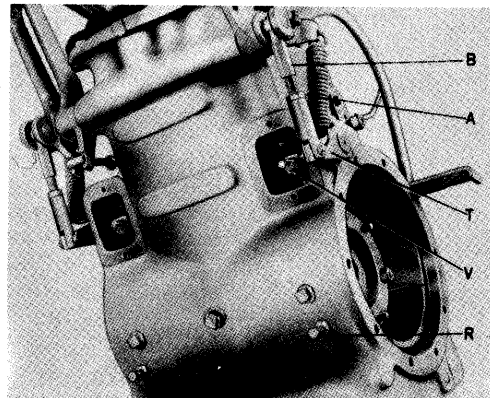

Fig. 30. Bremsesne kontrol og justeringsorganer.
2. Løsn låsemøtrikkerne på skrue R i fig. 30, og skru de to skrue så langt ind som muligt. Skru dem derefter een omgang ud og tilspænd igen låsemøtrikkerne.